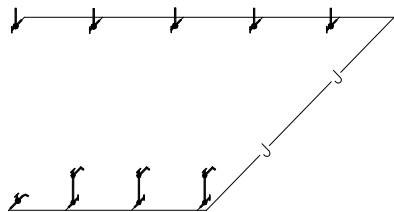

图 8-81 打开标注洁具素材
① 按 Ctrl+O 组合键，打开配套光盘提供的“第 8 章/8.5.3 标注洁具.dwg”素材文件，结果如图 8-81 所示。